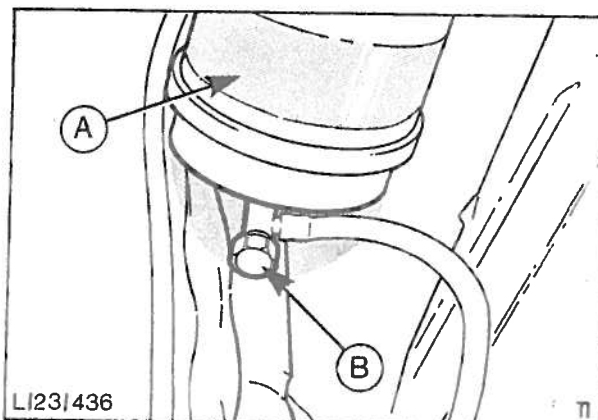

Fig. 55 Filter.
3. Plasser et tappekår under filteret og tapp enheten, fig. 55.